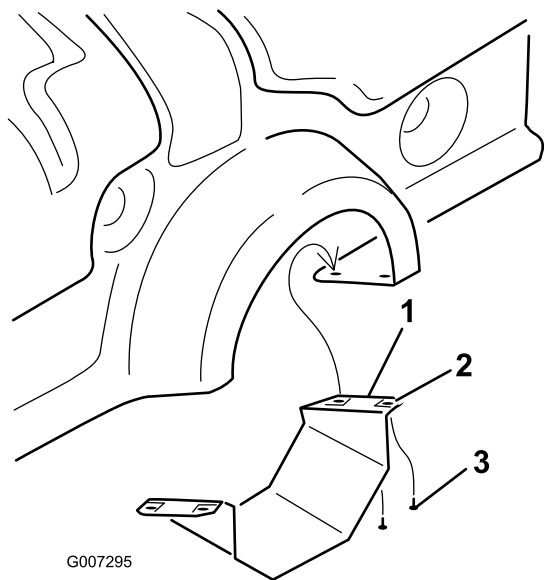

Рисунок 10
1. Только на модели ProCore 864 снимите нижний кожух ВОМ (Рисунок 10).